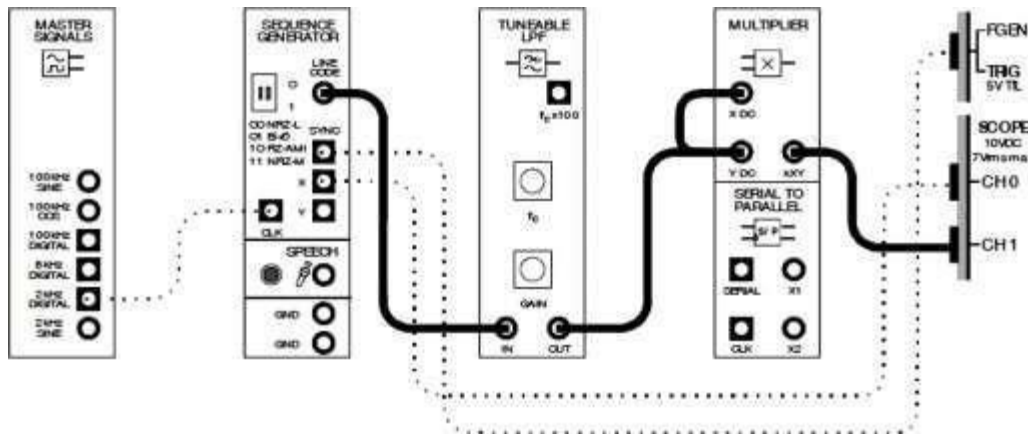

Figura 7.2
3. Conecte la salida LINE CODE del Generador de Secuencia a la entrada del Filtro Ajustable (LPF), la salida de este conéctela a las entradas YDC y XDC del módulo MULTIPLIER, observe en el canal 1 la salida kXY (Figura 7.2).